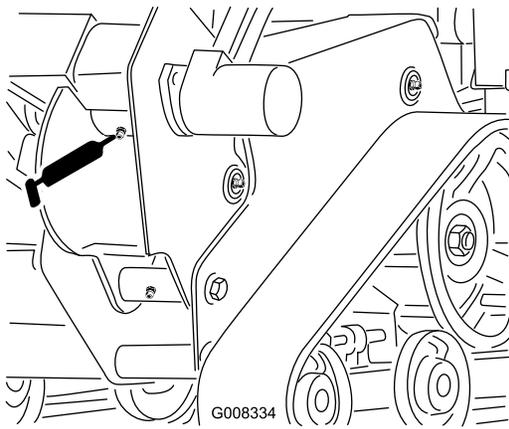

Figura 27
3. Limpie el punto de engrase del alojamiento de la zanjadora con un trapo y conecte una pistola de engrasar (Figura 27).